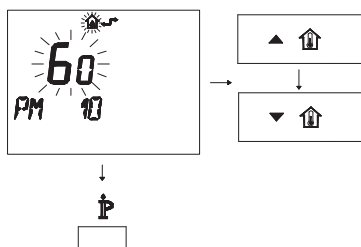

Figura 5.66
- Per modificare il SET programmato agire sui pulsanti ▲ **⏏** o ▼ **⏏** e aspettare che il numero programmato cominci a lampeggiare (Figura 5.66).